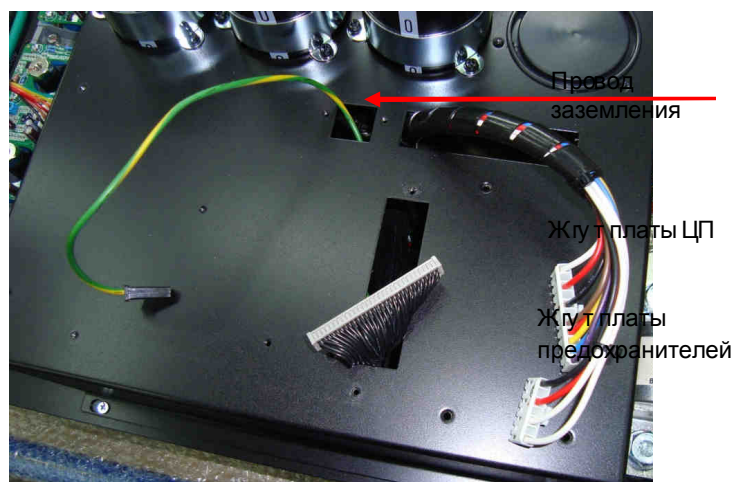

Рис. 7.19.
7.11.3.3. Вытащить через прорези в корпусе блока конденсаторов жгуты платы ЦП, жгуты платы предохранителей и провод заземления (рис. 7.19).